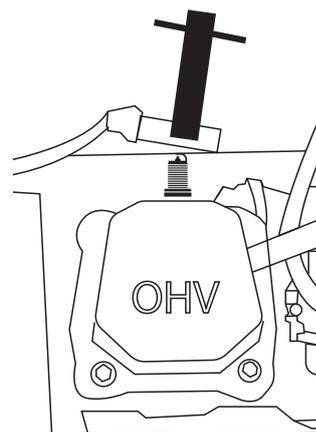

Figure 19: Retirer la bougie
6. À l'aide de la clé à douille à bougie d'allumage fournie, retirez la bougie d'allumage de la culasse de cylindre (voir la figure 19)